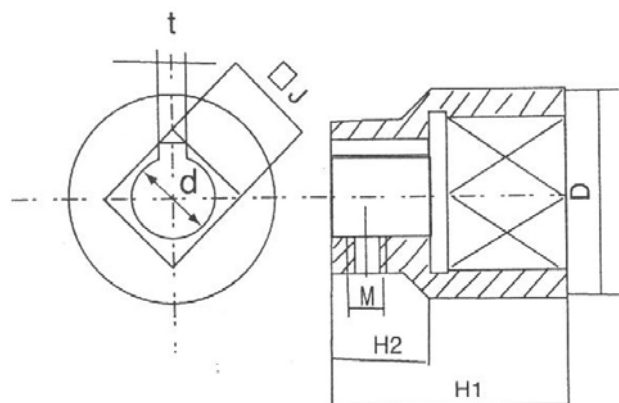
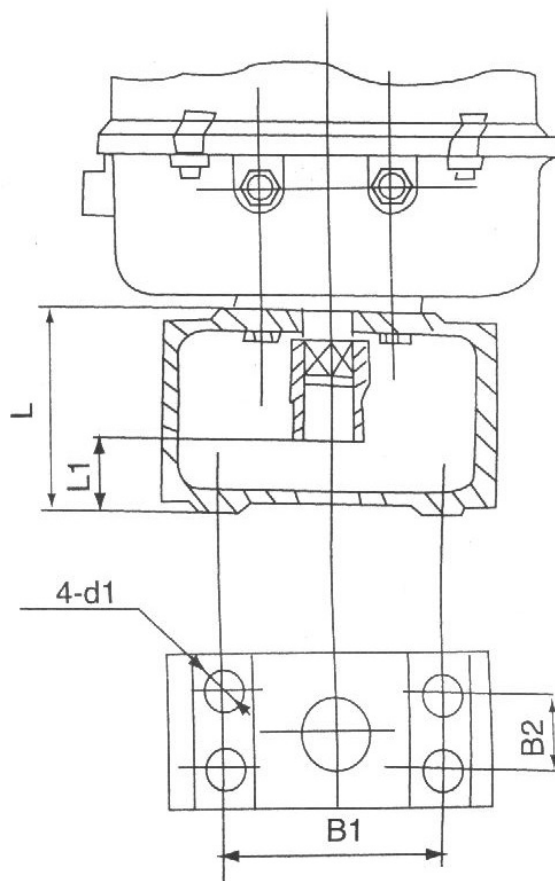

图14 连接接头
图13 配套支架
8.1 配套支架与蝶阀的连接见图 13，输出轴与阀杆的连接接头见图 14，有关尺寸见表 5、表 6